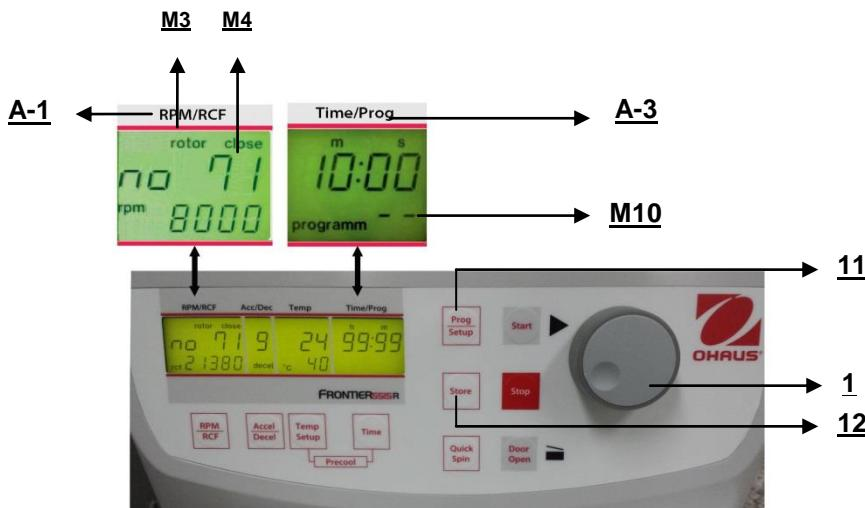

Figure. 25
Pour rappeler des programmes mémorisés, appuyer sur la touche "Prog/Setup" (11) (voir la figure 25) alors que le couvercle est déjà fermé. Sur l'affichage "Time/Prog" (A-3), le mot "programm -" (M10) apparaît. Le numéro de programme désiré peut être présélectionné avec le bouton de réglage (1).
Pour quitter le mode de programmation, appuyer simplement sur la touche "Prog/Setup" (11) (voir la figure 25). Sur l'affichage "Time/Prog", le mot "programm" apparaîtra.